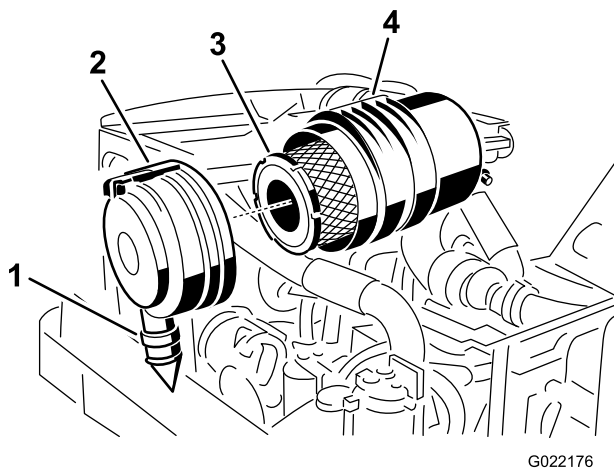

Figura 119
- Retire o filtro primário (Figura 119).